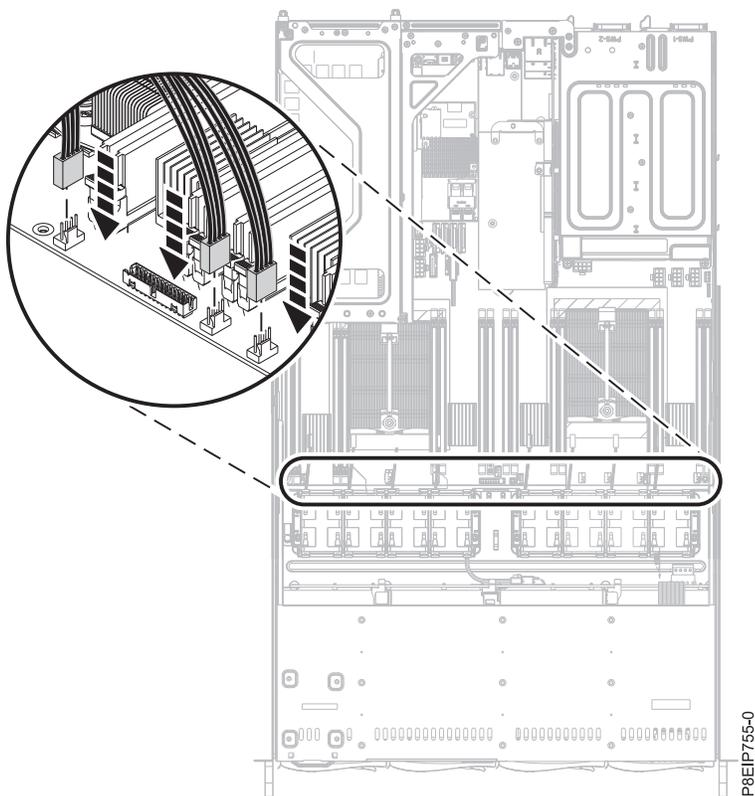

Figura 16. Conectando os cabos do ventilador no painel traseiro do sistema
4. Conecte o cabo do ventilador ao painel traseiro do sistema, conforme mostrado na Figura 16 na página 20.